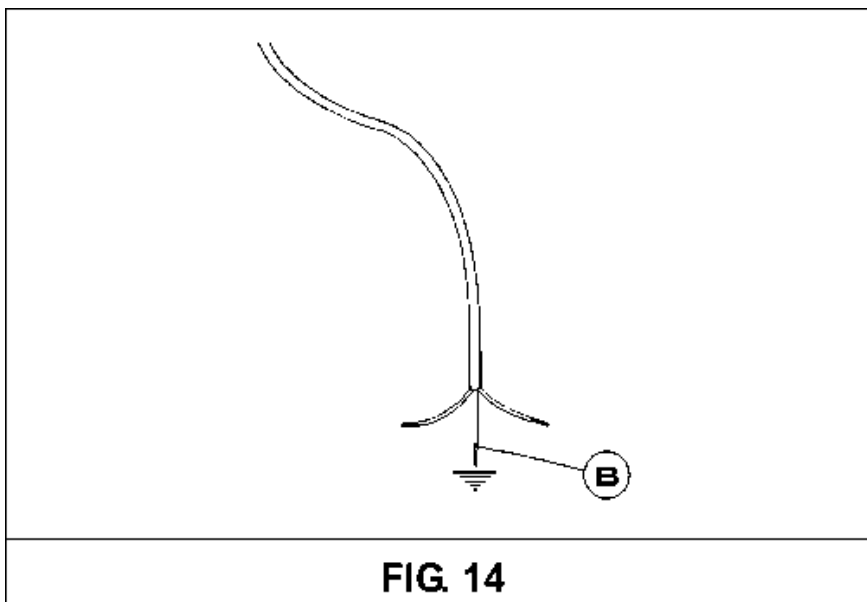

FIG. 14
No caso de substituição do cabo de alimentação, o instalador deverá providenciar um condutor de terra (B), mais comprido que os condutores de fase e neutro (ver fig. 14) e, deverá respeitar as advertências indicadas no parágrafo 8.